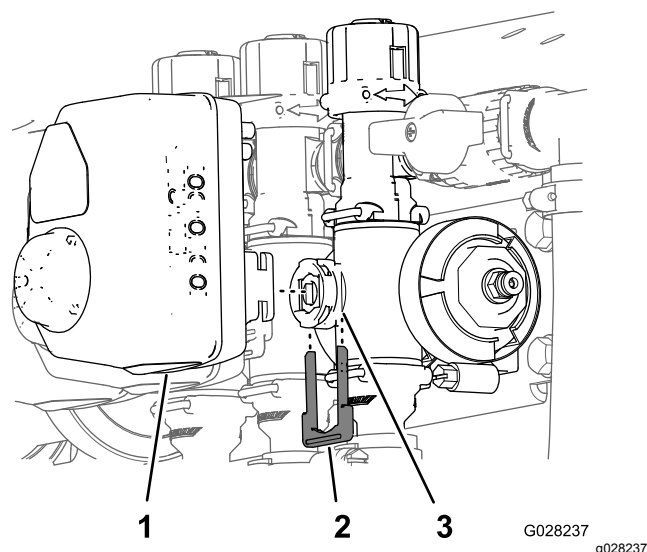

Figura 61
3. Retire la horquilla de retención que sujeta el actuador al distribuidor de control de caudal, agitación, maestra o de sección (Figura 61).